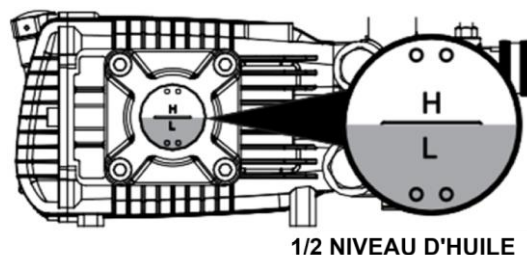

Fig. 6
- Vérifiez le niveau d'huile moteur par la fenêtre latérale, en vous assurant qu'il est à moitié rempli. S'il est inférieur à ce niveau, ajoutez de l'huile moteur neuve. Voir la figure 6 pour l'illustration.